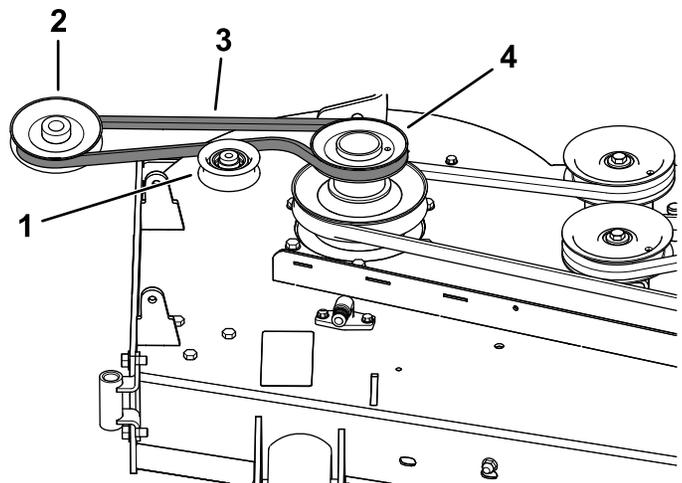
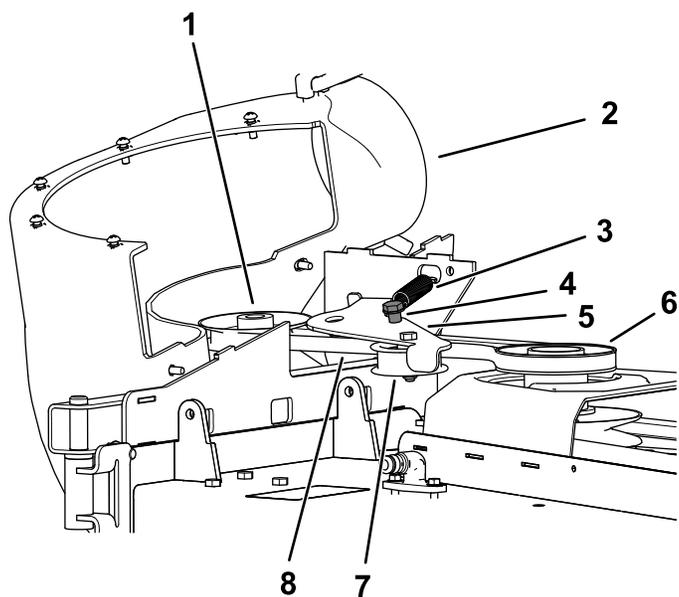

Figura 25
Figura 26
1. Si es necesario, instale la correa alrededor de la polea del soplador (Figura 25).
1. Instale la correa alrededor de la polea del soplador (Figura 25 y Figura 26); consulte 11 Instalación del conjunto del soplador \(página 16\).
- Aleje la polea tensora del anclaje fijo del muelle y enrute la correa alrededor de la polea de la carcasa de corte (Figura 26).
- Enrute la correa alrededor de la polea motriz, como se muestra en la Figura 25 y Figura 26.